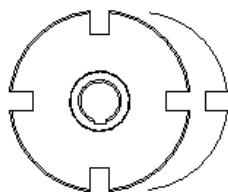

图 4.9.14 图元组平移
(1) 选择 **草绘** **→** **平移** 命令, 选取 Step3 中生成的图元组作为平移对象, 单击鼠标中键, 系统弹出 **GET VECTOR (得到向量)** 菜单。
(2) 在该菜单中选择 **Horiz (水平)** 命令, 在系统 **输入值[退出]** 下, 输入平移值 20, 单击鼠标中键, 完成后如图 4.9.14 所示。